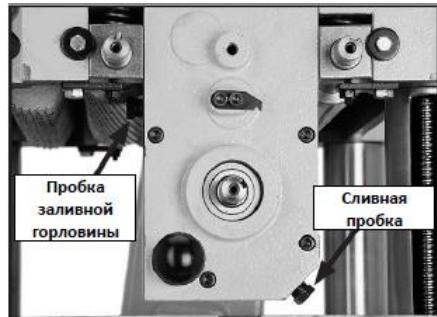

Рис. 23 Расположение пробки заливной горловины и сливной пробки
16. Тщательно слейте масло из коробки скоростей станка в сливной поддон, сняв сливную пробку, показанную на Рис. 23.